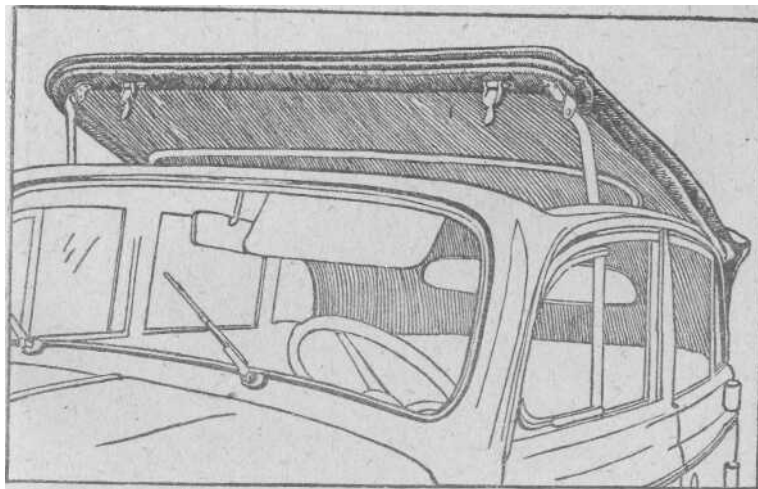

Рис. 24-Поднятие передней части тента и освобождение упоров из отверстий лонжеронов крыши
2. Приподнять переднюю часть тента и вынуть концы упоров из отверстий в лонжеронах крыши (рис. 24); оттянуть тент назад и сложить на задке кузова.